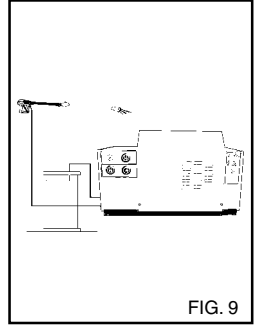

FIG. 9
- 3) Spola ur intag-sledningen efter användning av rengöringsmedel genom att lägga inloppsslangen i en (fig. 9) i en tank med rent vatten och köra pumpen under en minut med doseringsventilen helt öppen och munstycket sprutklart. Upprepa det tidigare momentet genom att vrida väljaren för val av rengöringsmedel först till läge "1" och sedan till läge "2".